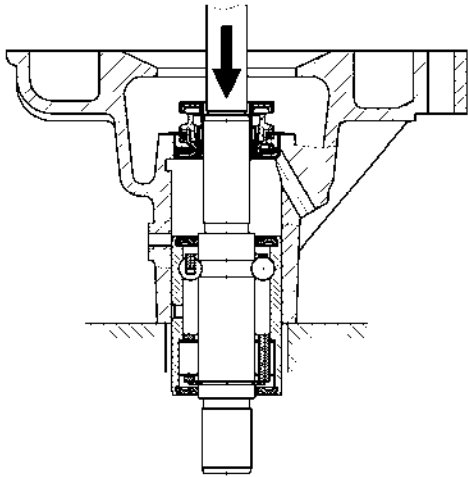

Abb. 91. Lager auspressen mit Rollenwasserpumpe
- Drücken Sie das Lager aus dem Gehäuse (Abb. 91). Lager auspressen auf einer Presse oder mit einem Kupferdorn herstellen. Zur leichteren Entleerung wird empfohlen, die Wasserpumpe auf eine Temperatur von plus 80 °C zu erwärmen VON;